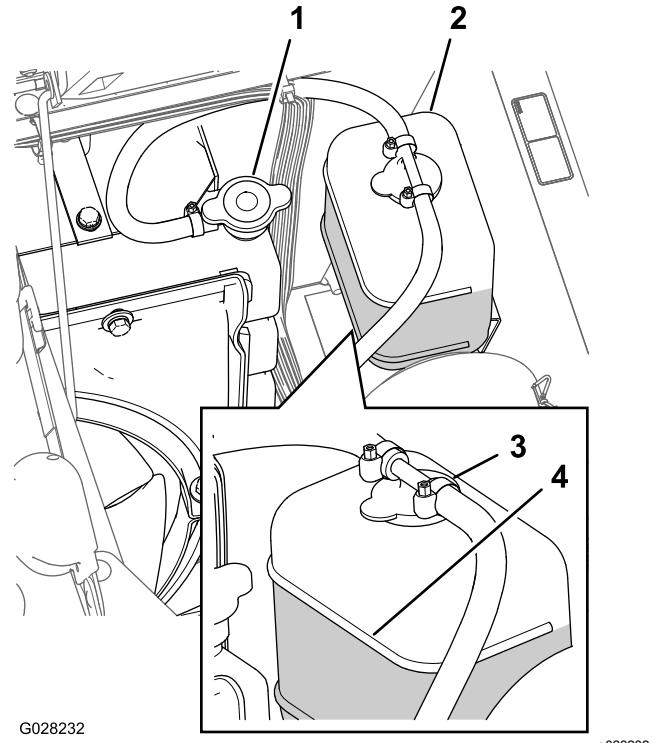

Bild 90
3. Schrauben Sie den Kühlerdeckel und den Deckel vom Ausdehnungsgefäß vorsichtig ab (Bild 90).
Hinweis: Der Kühler muss bis zur Oberkante des Füllstutzens, und das Ausdehnungsgefäß bis zur Voll-Markierung am Behälter gefüllt sein (Bild 90).
5. Wenn der Kühlmittelstand niedrig ist, nehmen Sie den Deckel des Ausdehnungsgefäßes und den Kühlerdeckel ab. Füllen Sie dann das Ausdehnungsgefäß bis zur VOLL-Markierung und den Kühler bis zur Oberkante des Einfüllstutzens (Bild 90).
6. Drehen Sie die Deckel wieder auf das Ausdehnungsgefäß und den Kühler auf (Bild 90).
2. Warten Sie, bis der Motor abgekühlt ist, und nehmen Sie dann den Kühlerdeckel ab (Bild 90).
6. Nehmen Sie den Kühlerdeckel ab (Bild 90).
8. Lassen Sie den Motor an, wenn der Deckel lose auf dem Kühler sitzt (Bild 90).
10. Wenn das Kühlmittel warm ist, füllen Sie Kühlmittel bis zur Dichtungsoberfläche des Deckels nach und drehen Sie den Deckel fest (Bild 90).
11. Nehmen Sie den Deckel des Ausdehnungsgefäßes ab und füllen Sie den Behälter bis zur Cold-Markierung mit Kühlmittel (Bild 90).